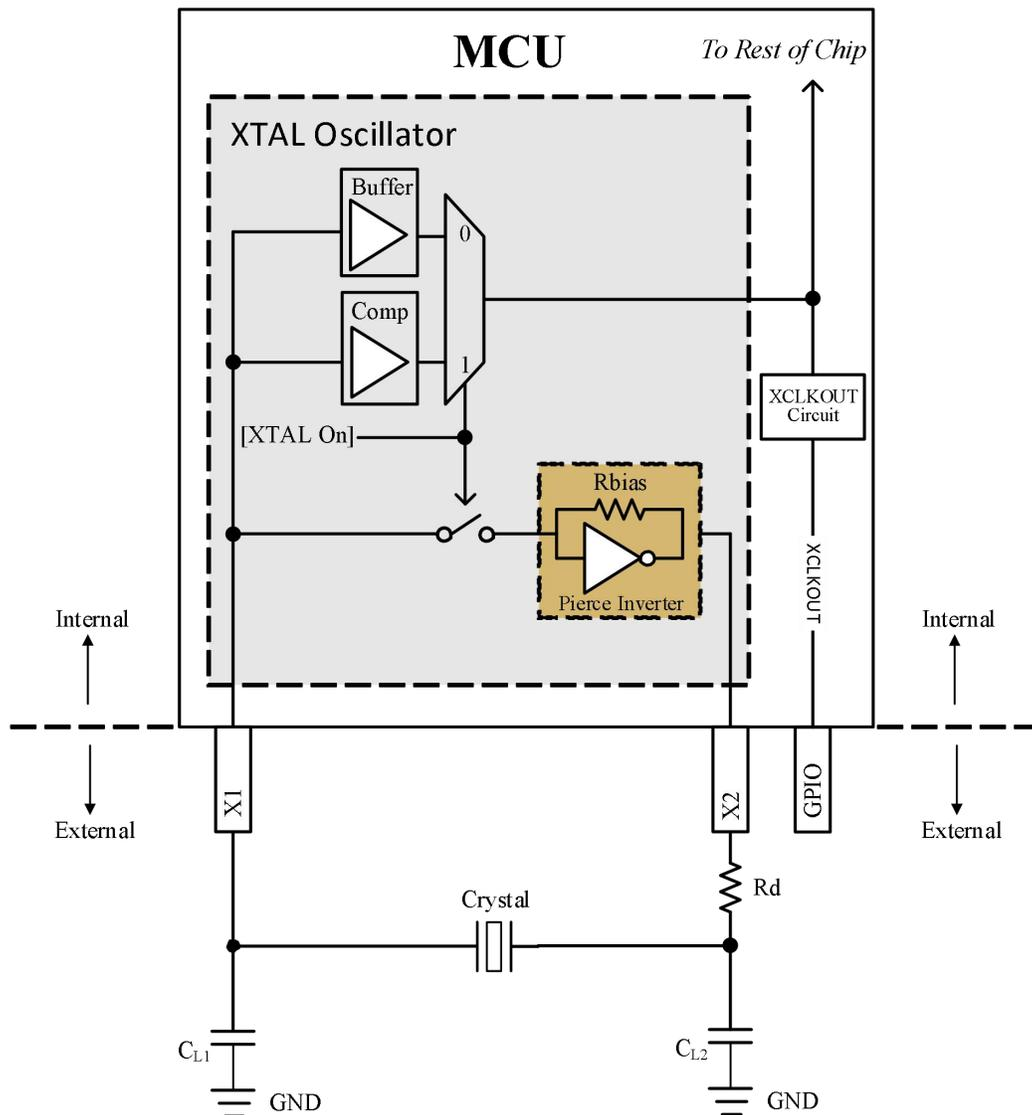

图6-14 电子振荡器方框图
该器件中的电子振荡器是皮尔斯振荡器设计。它是一个正反馈逆变器电路，需要一个调优电路才能振荡。当这个振荡器与一个兼容的晶体配对时，会形成振荡电路。该振荡电路在晶体元件的基频处振荡。在该器件上，由于分流电容器 (C0) 和所需的负载电容器 (CL)，振荡器被设计成在并联谐振模式下运行。图6-14所示为电子振荡器和振荡电路的元件。
根据图6-14，CL1 和 CL2 是串联的；因此，要找到晶体看到的等效总电容，必须应用电容串联公式：如果 $CL1 = CL2$ ，只需计算 $[CL1]/2$ 即可。